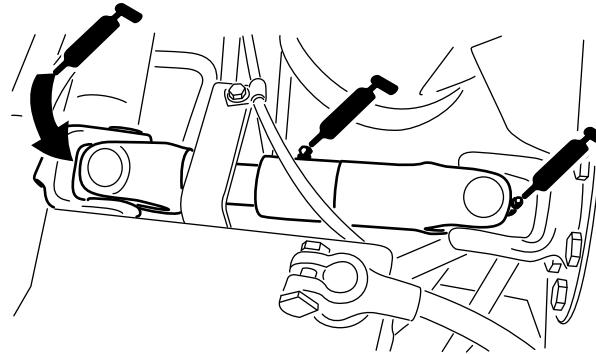

Figura 64
- Articulación de cardán del árbol de transmisión de la bomba (3) – Figura 64